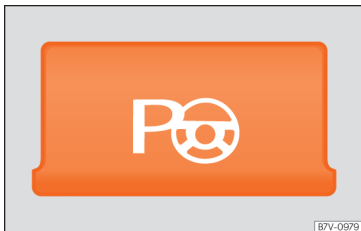

Abb. 266 Ansicht der Mittelkonsole: Taste zum manuellen Einschalten des Parklenkassistenten.
- **Bei Parklücken parallel zur Fahrbahn:** Taste »» **Abb. 266** so oft drücken, bis der gewünschte Parkmodus gewählt ist. In der Taste leuchtet eine Kontrollleuchte, wenn die Funktion eingeschaltet ist.
- **Bei Parklücken quer zur Fahrbahn:** Taste »» **Abb. 266** so oft drücken, bis der gewünschte Parkmodus gewählt ist. In der Taste leuchtet eine Kontrollleuchte, wenn die Funktion eingeschaltet ist.
- Drücken Sie die Taste . In der Taste  **Abb. 266** leuchtet eine Kontrollleuchte, wenn die Funktion eingeschaltet ist.